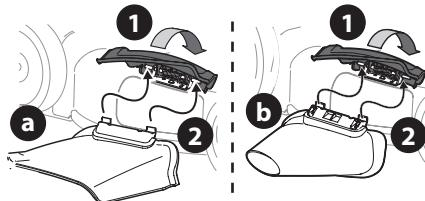

Figure 18
1. Relevez le bouchon de déchiquetage (Figure 18).